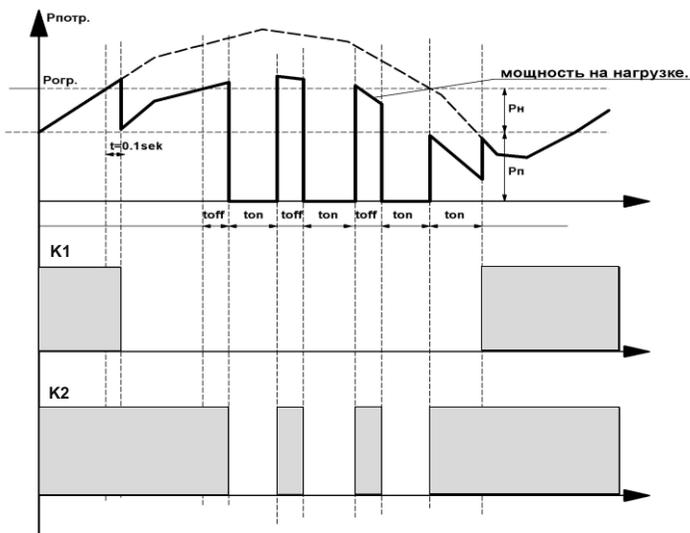

Рис.1 Диаграмма работы ОМ-630-2 с приоритетной нагрузкой
5.2 Режим работы с приоритетной нагрузкой. Нагрузка разбивается на две части, приоритетную R_p , отключать которую нежелательно и неприоритетную R_n . При перегрузке отключается R_n без временной задержки. Если перегрузки нет, R_n отключена, R_p подключена. Если перегрузка продолжается, R_p отключается в соответствии с установленным временем T_{off} . При снижении потребляемой мощности R_p подключается через время T_{on} , затем через это же время подключается и нагрузка R_n . Диаграмма работы на Рис. 1, схема включения на Рис.2. Преимущества режима: нет полного отключения от сети питания, сум-